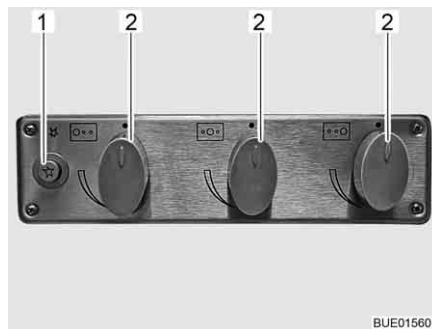

Fig. 157 Elementi di comando del fornello a gas
- Ruotare il pomello girevole (Fig. 157,2) dell'impianto a fiamma libera desiderato in posizione accesa (fiamma alta).
- Premere il pulsante a pressione (Fig. 157,1).